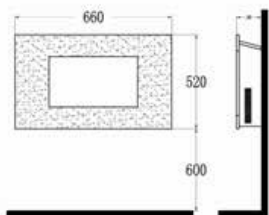

Fig. 3
- Recomenda-se uma altura de 600 mm desde a parte inferior do aquecedor até ao chão para se obter uma melhor visualização da base de combustível (consultar Fig. 3 para as dimensões de fixação recomendadas).